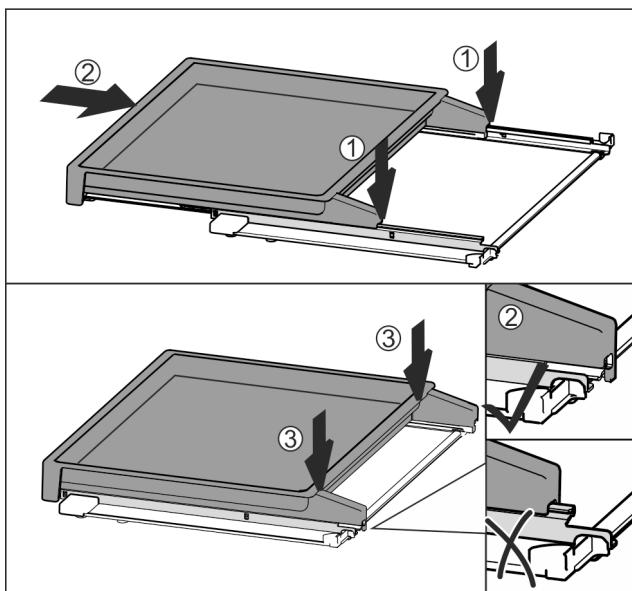

Fig. 62
- Установить по центру на направляющие Fig. 62 (1).
- Вставить вытяжную панель полностью Fig. 62 (2).
- Нажимать на задней стороне до тех пор, пока не будет слышна фиксация Fig. 62 (3).